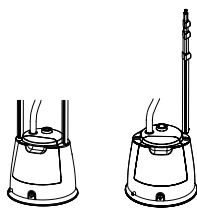

FIG 1
4. Coloque la varilla en el receptáculo de la unidad. Extienda las varillas para liberar los clips (extremo de la varilla exterior) alinee la ranura de la varilla con el saliente del receptáculo, inserte la varilla hasta que suene un "clic". Haga lo mismo para la segunda varilla. (FIG 1)